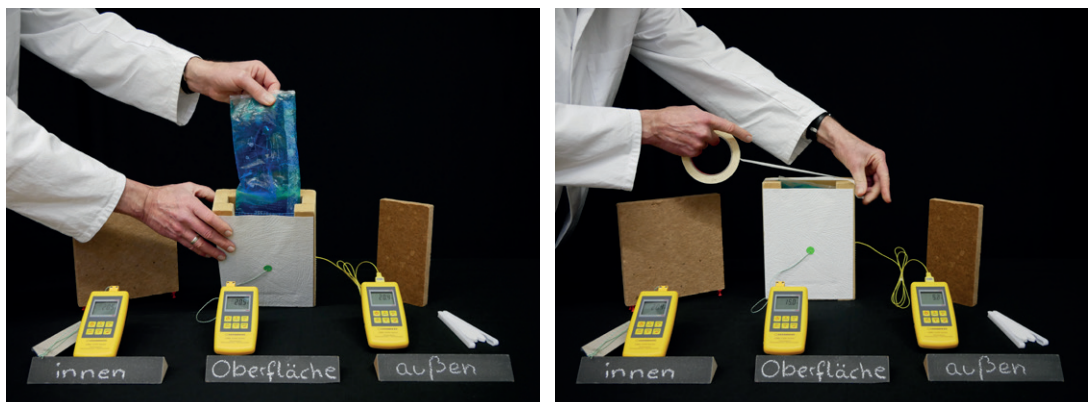

Abb. 1: Kühlkomresse in Box einsetzen und verschließen (Quelle: e.u.[z.] (2024))
- Abb. 1: Kühlkompressur in Box einsetzen und verschließen, Quelle: e.u.[z.]